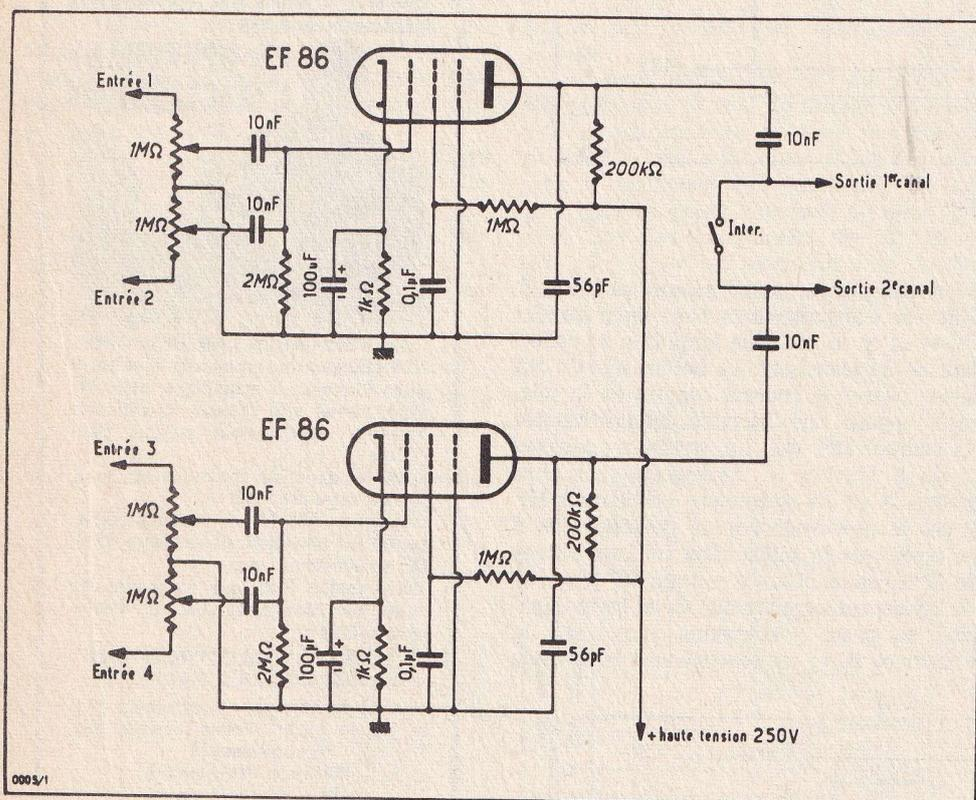

Fig. 1 : Schéma de principe du préamplificateur-mélangeur.
**Le schéma de principe :** Sur la figure 1 est représenté ce schéma de principe, sur lequel on voit que les deux tubes utilisés sont des pentodes « EF86 ». C'est un type qui est assez délicat au montage, mais qui donne sans aucun doute les meilleurs résultats.